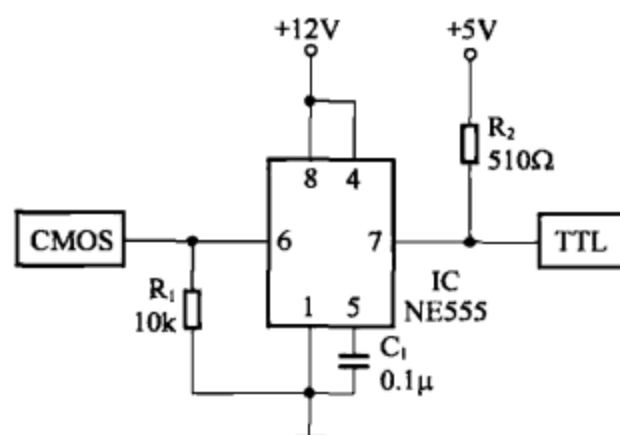

图 7-59
(2) 图 7-59 所示为 CMOS 到 TTL 的反相电平转换电路。